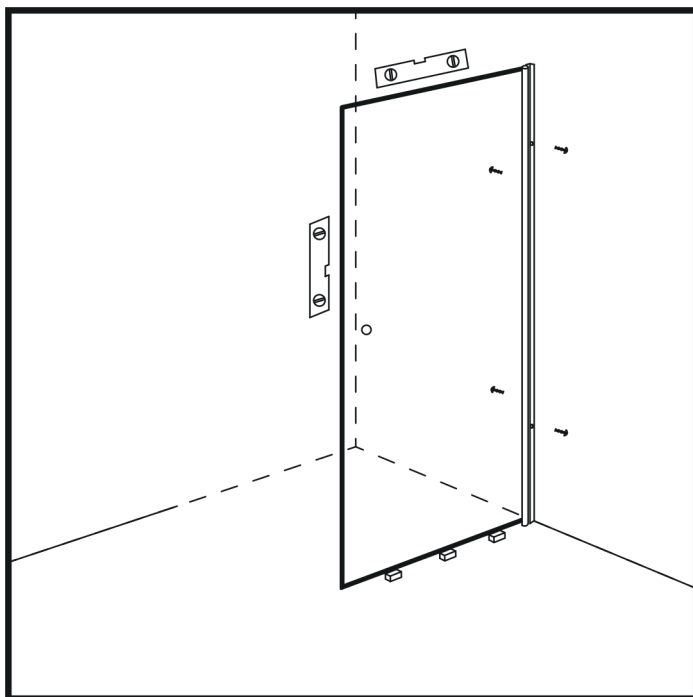

Abbildung 6
12. Markieren Sie die Befestigungspunkte für die Schrauben am Profil, sowohl innerhalb als auch außerhalb der Dusche. Messen und markieren Sie auf der einen Seite des Profils unten und oben etwa 10 cm und auf der anderen Seite etwa 20 cm. Damit das Duschglas fest sitzt, ist es wichtig, dass die Schrauben nicht übereinanderliegend eingeschraubt werden. (Abbildung 6)